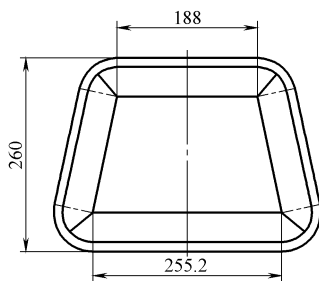

图 2-14
2. 图 2-14 所示为一采用有圆角内弯形式弯制的梯形角钢框, 试划出其切口 (只划出切口即可)。